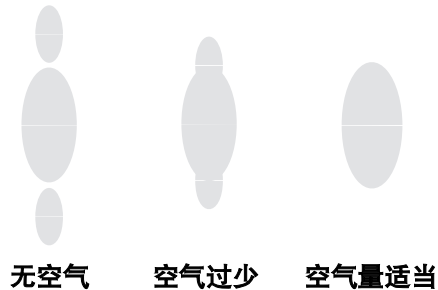

图 7
- 参见图7。设置扣动扳机时，雾化空气压力约为5磅/平方英寸（0.35巴，35千帕）。检查喷型，然后缓慢增加空气压力，直到尾部完全雾化，并进入喷型。喷枪的空气压力切勿超过100磅/平方英寸（0.7兆帕，7巴）。